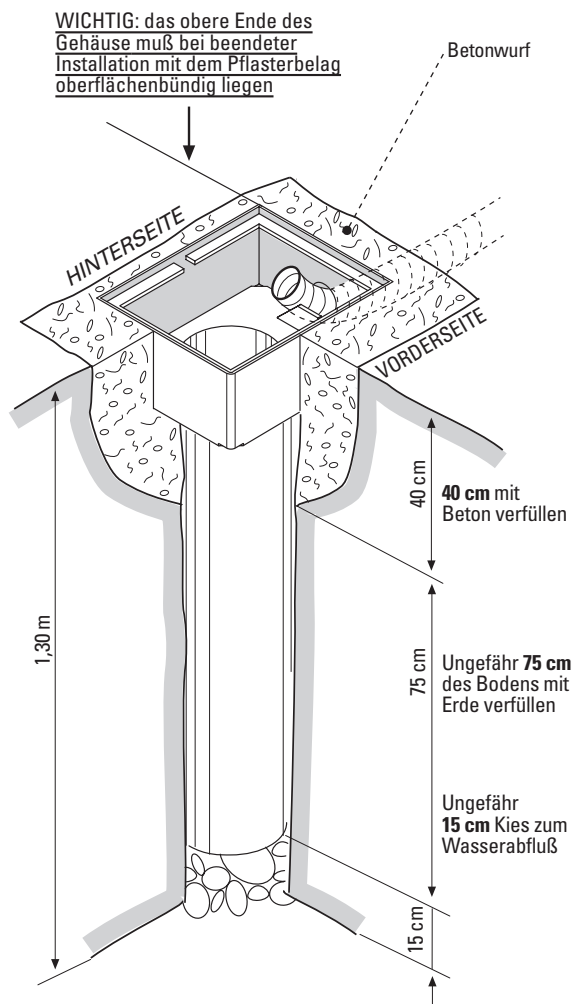

ABB. 6 ◀
- Ungefähr 75 cm mit Erde verfüllen während die restlichen 40 cm des Gehäuses mit Beton befestigt werden müssen (Abb. 6)